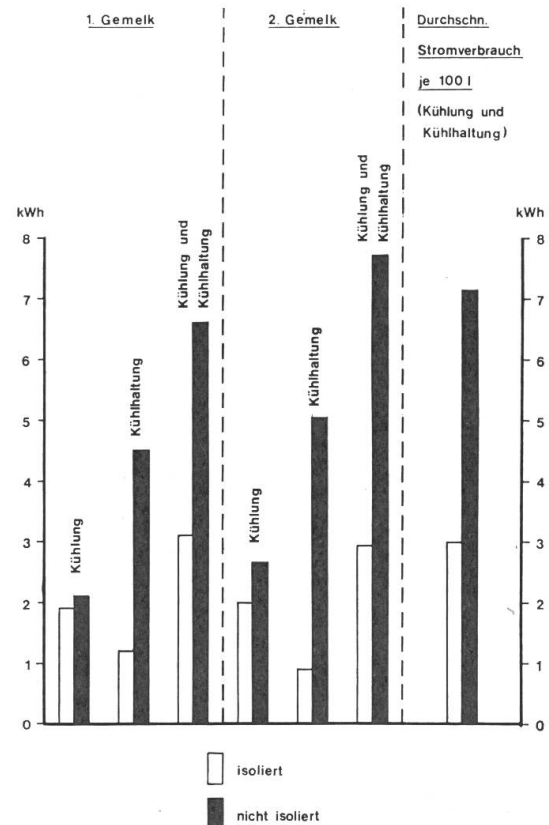

Abb. 15: Kühlhaltung erfordert viel Energie bei Aufbewahrung der Milch in nicht isolierten Behältern.
- gute Isolation (geringe Wärmeeinstrahlung) (Abb. 15)